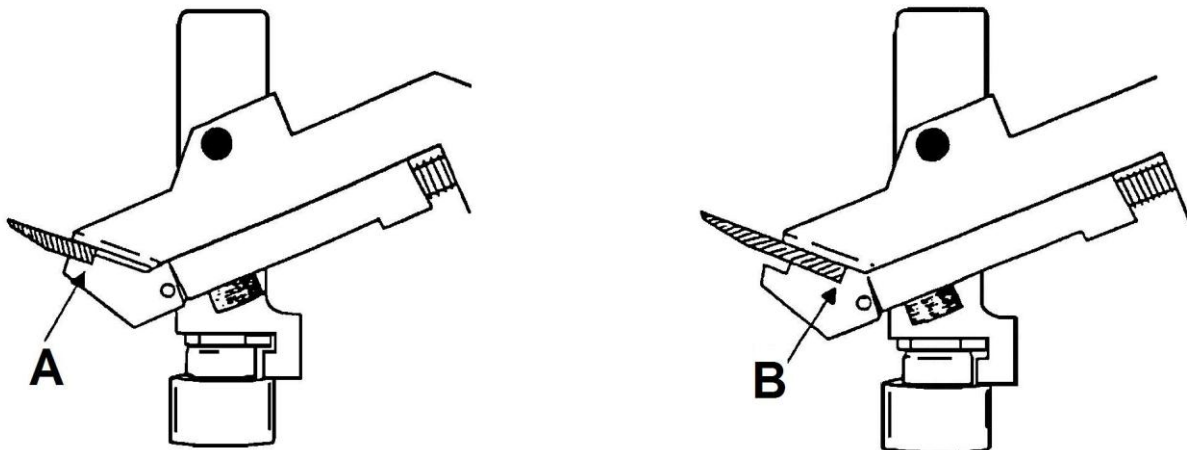

Abb. 11
8.4.4 Einspannen der Klinge (Siehe Abb. 11)